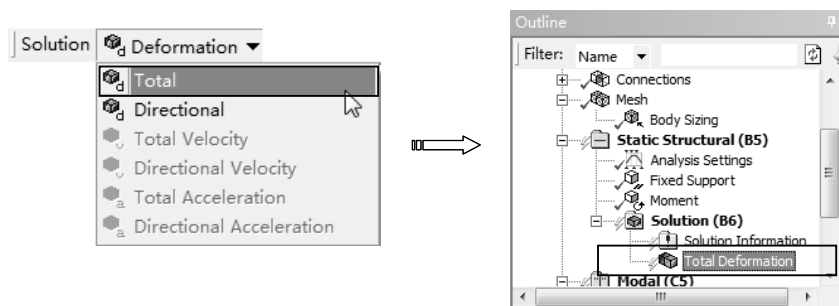

图 12-31 添加变形求解项
2) 求解变形。单击【Solution】工具栏上的【Deformation】|【Total】命令, 此时在分析树中插入【Total Deformation】项, 如图 12-31 所示。